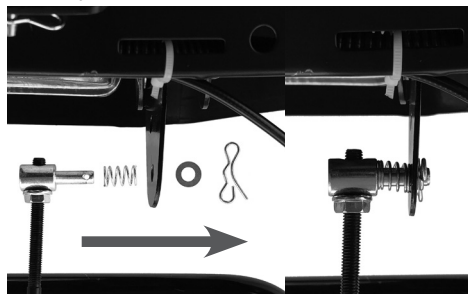

Рис. 14 Подключение тяги к рычагу переключения передач
- установите верхний конец тяги с регулировочным механизмом в отверстие рычага переключения передач, как показано на Рис. 14 и зафиксируйте тягу шплинтом;